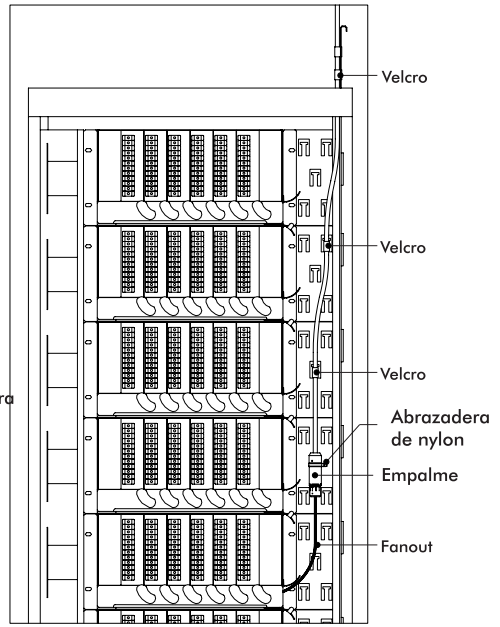

Figura 9
2. Guíe los cables Trunks – Fanouts hasta cerca de los Sub-Racks utilizando el soporte guía de cables lateral del Rack FTH-600. Utilice el Velcro doble cara para la fijación durante la ruta y las abrazaderas de Nylon de 150 mm en la fijación del empalme. Como se muestra en la Figura 9.